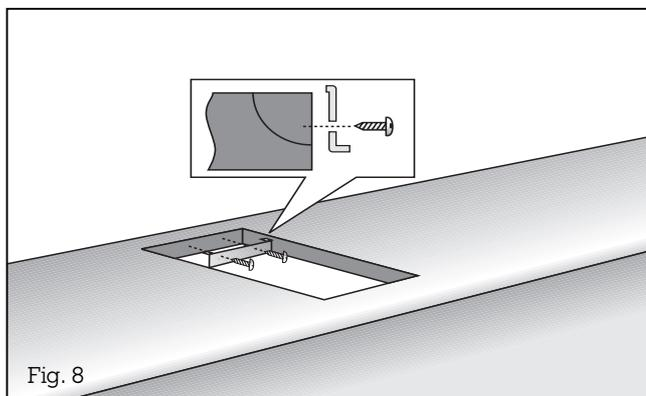

Fig. 8
- **Repérez** avec précision le milieu de la découpe. Fixez le rail de fixation à l'arrière de la découpe, avec le vis à bois fournies. Faites en sorte que les ergots du rail reposent sur le plan de travail et que le rail coïncide exactement avec le repère du milieu du plan de travail (fig. 8). Si l'appareil est posé dans un plan de travail en pierre, il faut coller le rail de fixation avec une colle appropriée !